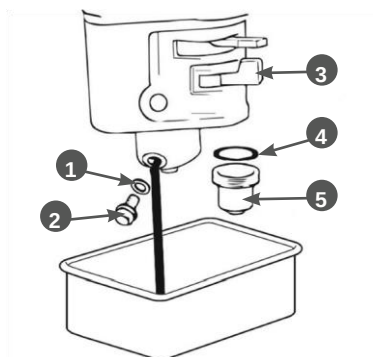

Рис. 24 Обслуживание карбюратора
1. Установите под карбюратор подходящую емкость (Рис. 24).
2. Установите рычаг топливного крана 3 в положение «ЗАКРЫТО» (Рис. 24).
3. Открутите болт 2 сливного отверстия и слейте топливо из поплавковой камеры карбюратора в подготовленную для этого ёмкость (Рис. 24).
4. Открутите стакан отстойника 5, вылейте из него топливо в заранее подготовленную емкость (Рис. 24).